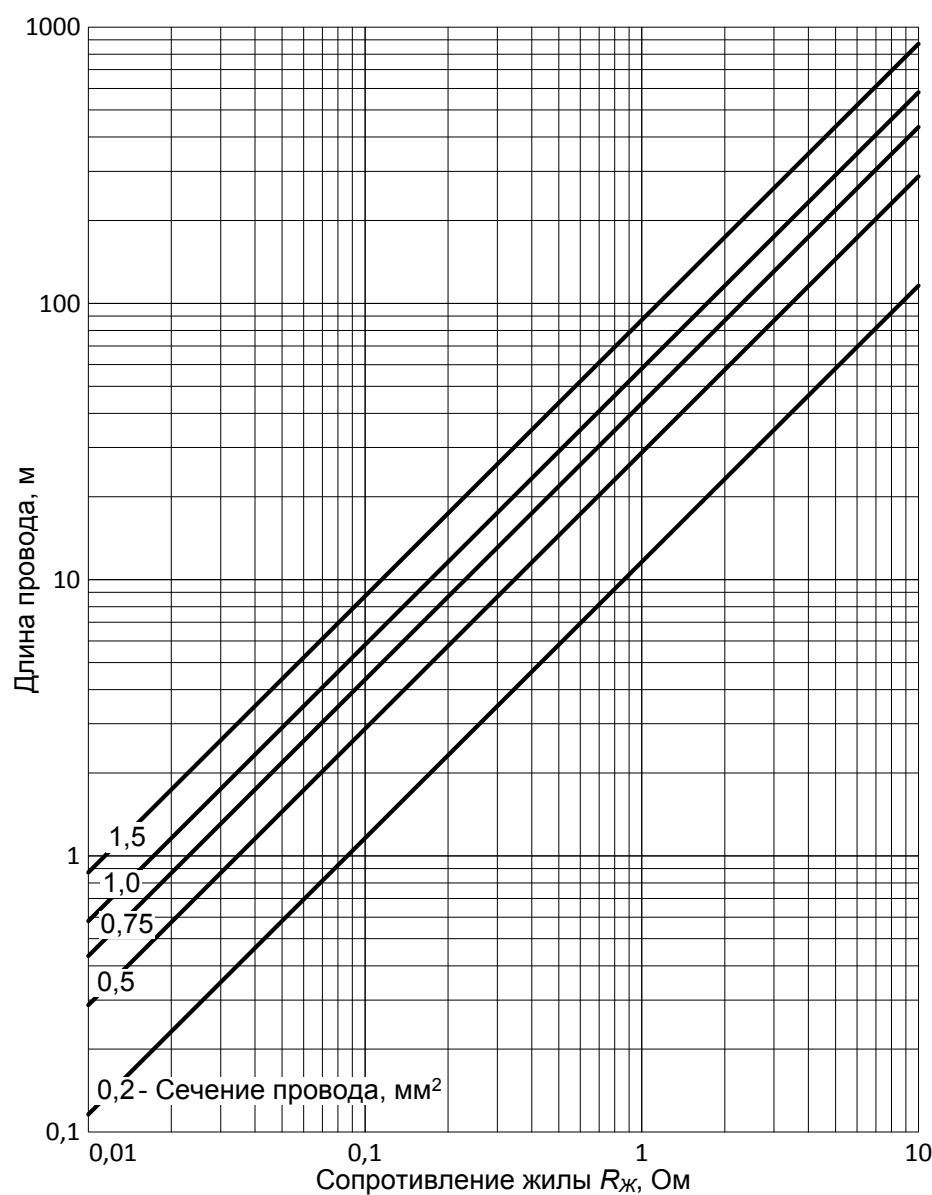

Рисунок 10
- c) Длина соединительных проводов и их сечение выбираются исходя из полученного сопротивления $R_{ж}$. Для определения длины проводов в зависимости от сопротивления и площади сечения можно воспользоваться номограммой, приведённой на рис. 10.